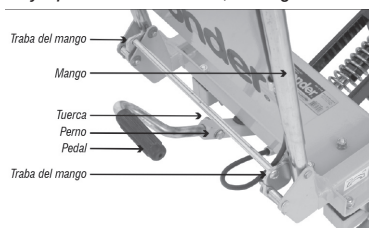

Fig. 3 – Trabamiento del mango y montaje del pedal
- a. Posicione el mango en la vertical y fije apropiadamente bajando la traba, ver fig.3.
- b. Monte el pedal de accionamiento colocando el perno y apretando la tuerca, ver fig.3.